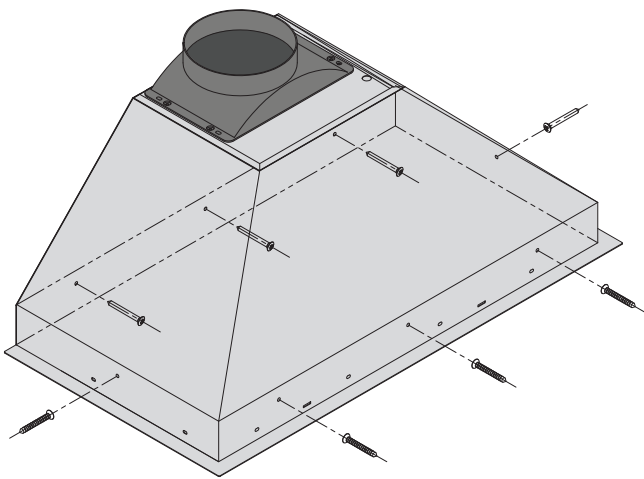
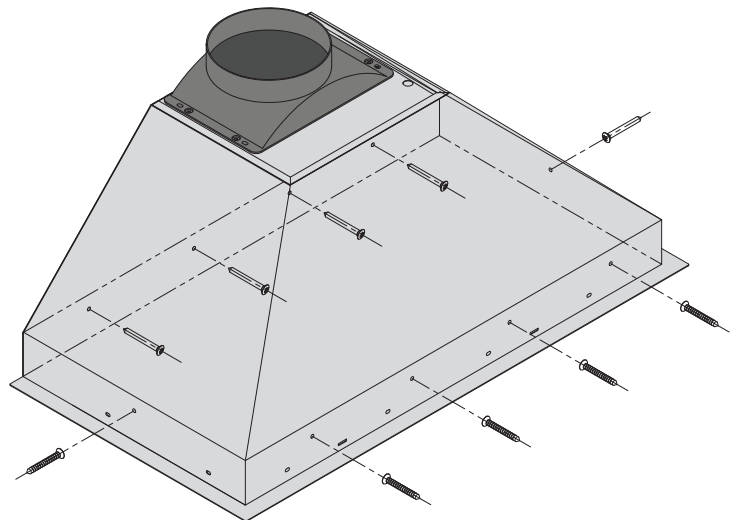

Figure 4-1
Figure 4-2
- La fixer au module d'armoire en prenant soin d'aligner les vis de montage sur les avant-trous correspondants (voir figure 4-1 pour 28 pouces, et figure 4-2 pour 34 pouces).